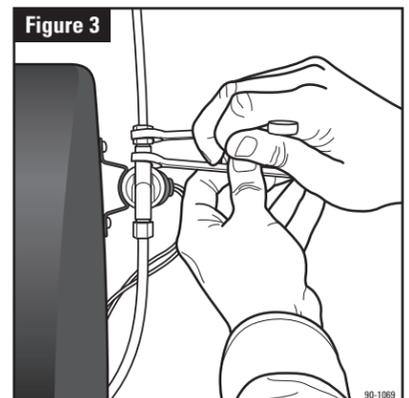

Figure 3
10. Reliez le tube du robinet-valve à étrier jusqu'au côté admission de l'électrovanne au moyen d'un tube en cuivre de 6 mm de diamètre extérieur (non fourni). **SERREZ FERMEMENT POUR ÉVITER TOUTE FUITE! (Reportez-vous à la figure 3.)**